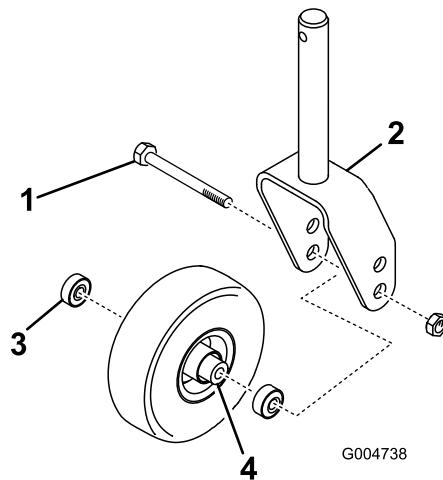

Bild 97
1. Entfernen Sie die Sicherungsmutter von der Schraube, mit denen das Laufrad in der Mitte der Laufradgabel oder am Laufradgelenkarm (Bild 97) befestigt ist. Halten Sie das Laufrad fest und schieben die Schraube aus der Gabel oder vom Gelenkarm ab.
2. Entfernen Sie das Lager aus der Radnabe und lassen das Lagerdistanzstück herausfallen (Bild 97). Entfernen